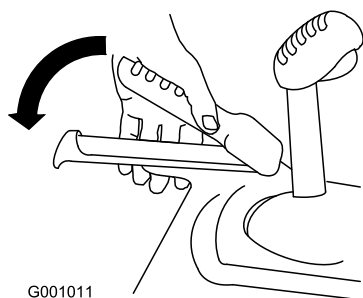

Figura 10
3. Apriete la palanca izquierda (tracción) contra la empuñadura (Figura 10).
6. Apriete la palanca izquierda (tracción) contra la empuñadura (**Figura 10**).